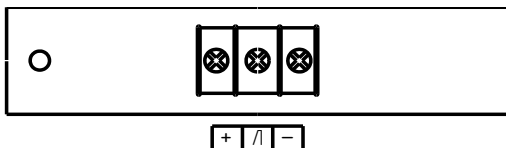

Рисунок 3 – Плата клеммная
3.5.3 Для соединения сигнализатора предназначены винтовые клеммные зажимы, маркированные «+» – плюс питания, «Л» – линия, «-» – минус/общий провод питания (рисунок 3).